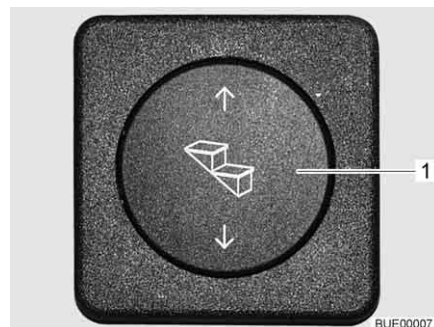

Fig. 10 Bouton poussoir marche pied
- Appuyer sur le bas du bouton-poussoir basculant (Fig. 10, 1) et le maintenir pressé (pendant au moins 3 secondes) jusqu'à ce que le marche pied soit entièrement sorti.
- Appuyer sur le bouton-poussoir basculant (Fig. 10, 1) vers le haut jusqu'à ce que le marche pied soit entièrement ressorti.